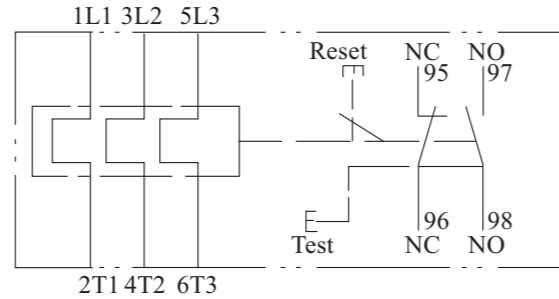

图1 内部结构电气示意图
2.1.1 热继电器的动作机构为拉簧式快动跳跃式机构，其内部结构电气示意图见图1。